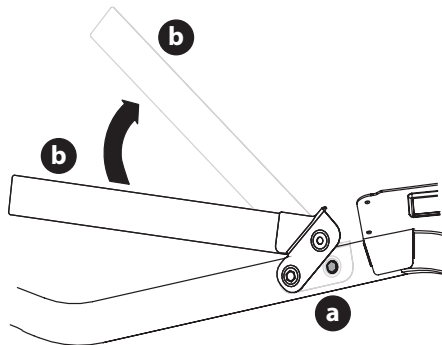

Figure 4
1. Retirez les deux vis à bride hexagonales (a) partiellement installées sur le châssis (Figure 4).
2. Faites pivoter le cerceau supérieur (b) pour le mettre en position appropriée (Figure 4).